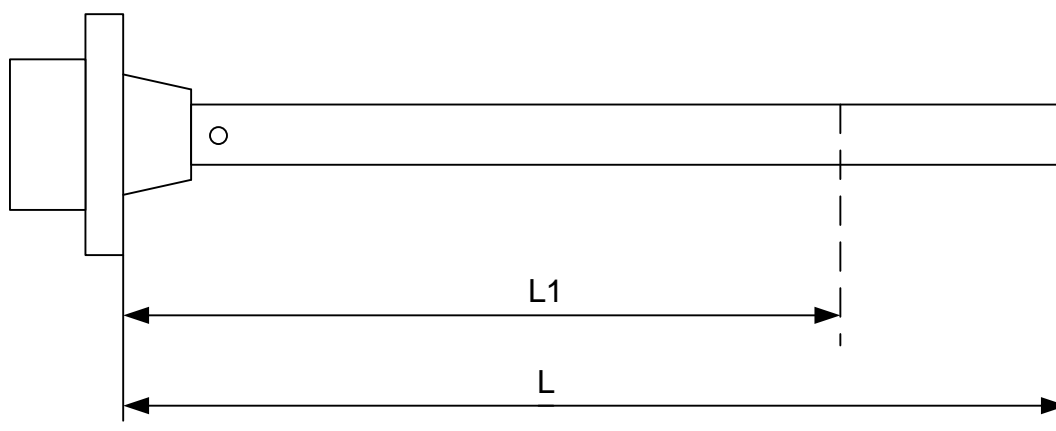

Рис. 3
- 3) Отрезать ножовкой (или другим подходящим инструментом) длину L1 изделия таким образом, чтобы линия среза была строго перпендикулярна продольной оси изделия (рис. 3);
При настройке датчика топлива необходимо указать фактическую длину трубы L1 - от пластмассовой головной части датчика до торца трубы (рис.3).